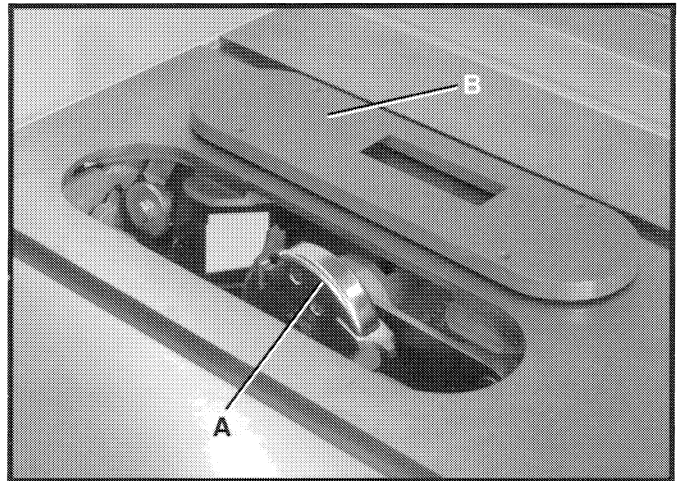

Fig. 94
El cabezal de corte moldeador (A) Fig. 94 se ensambla al árbol de la sierra de la misma manera que la hoja de la sierra. El montaje de protector, hendidor y dedos anti-contragolpe no puede utilizarse durante el moldeado y debe ser quitado de la sierra. En el lugar del protector, deberían utilizarse plantillas para ubicar o fijaciones, y varas de empuje y tablas de biselado también. Además, la pieza de inserción de la mesa para el cabezal moldeador (accesorio) (B) Fig. 94, debe utilizarse en vez de la pieza de inserción de mesa estándar.